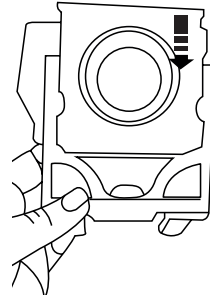

Fig. 14 – Instalando um novo saco para pó
5. Coloque o novo saco de pó no suporte, conforme mostra a Fig. 14;